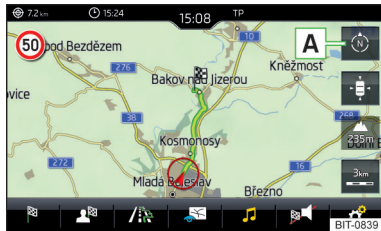

Abb. 235
► Zur **Änderung der Kartenausrichtung** im Hauptmenü *Navigation* die Funktionsfläche   » Abb. 235 antippen.